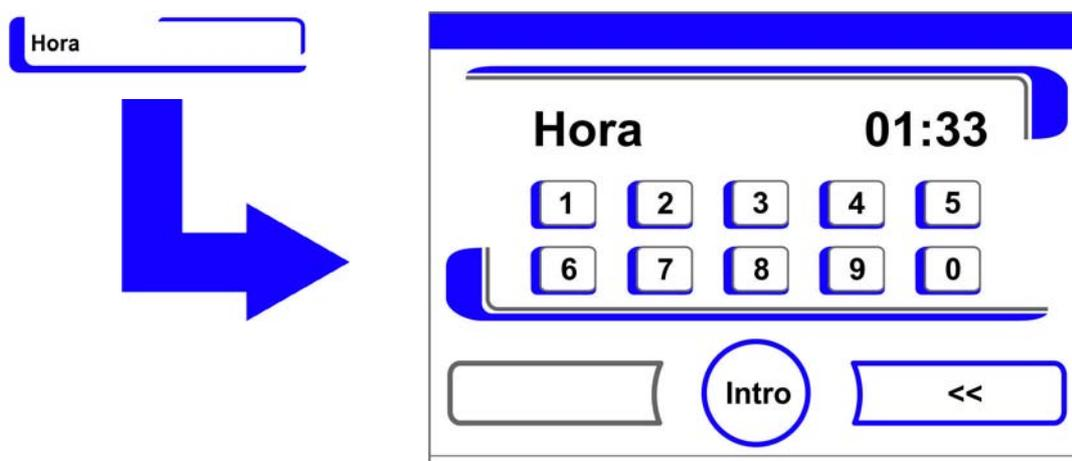

Figura 6-23. Ajustar la hora
- Se muestra el cuadro de edición de Figura 6-23.